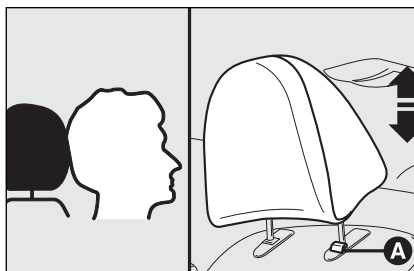

fig. 34
- ☐ regulación hacia abajo: pulse la tecla **A**-fig. 34 y baje el reposacabezas.